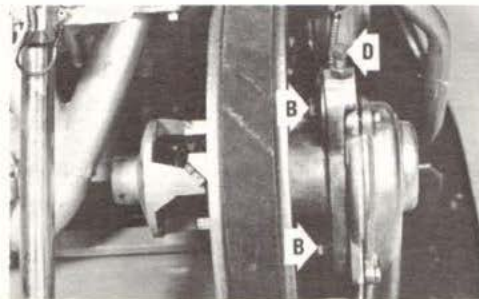

Fig. 2
Une fois la chenille complètement dégagée du sol, enlevez le bouchon (fig. 1-A) (celui-ci permet l'accès visuel à la chaîne) et tournez la poulie commandée dans le sens de l'horloge: le jeu maximum de relâchement de la chaîne ne doit pas excéder $\frac{1}{4}$ ". Si un ajustement s'impose, desserrer les trois boulons de fixation (fig. 2-B) et le support couissant installé sur certains modèles. Serrer le boulon d'ajustement (fig. 2-D) jusqu'à ce que vous obteniez la tension requise et bloquez-le bien en place à l'aide de l'écrou de verrouillage. Resserrez les boulons de fixation (B). Sur les modèles montés avec support couissant, serrer aux doigts l'écrou supérieur du support et bloquez-le avec l'écrou inférieur.